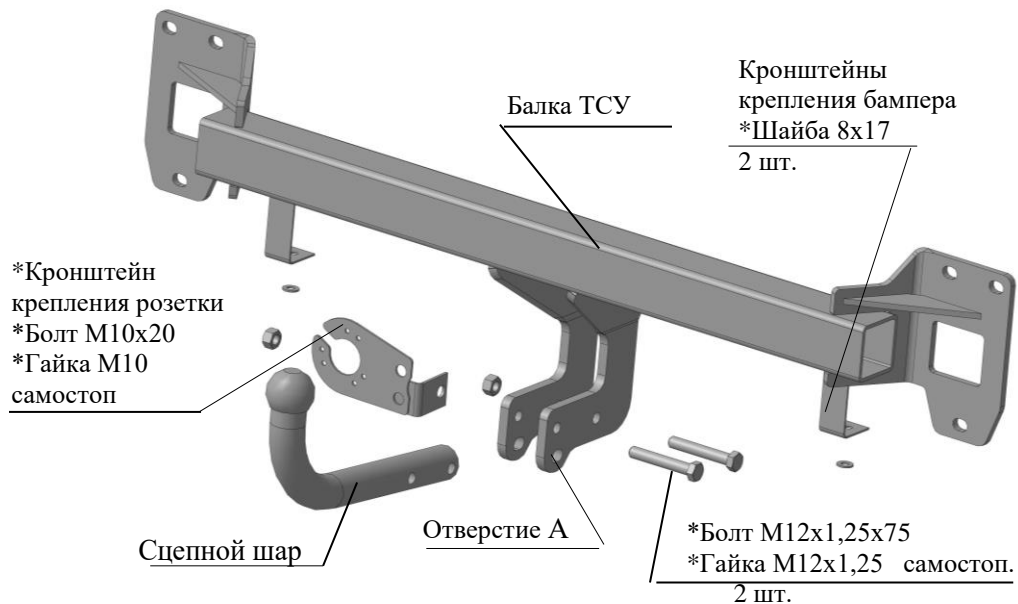

Рис.1 Тягово-сцепное устройство ТСУ 8022.
2.1 ТСУ 8022 в сборе (рис.1)	1 шт.
2.2 Пакет с комплектующими (см. рис.1)+защитный колпак	1+1 шт.
- 4.7 Закрепить сцепной шар и кронштейн крепления розетки к кронштейнам шара болтами М12x1,25x75 и гайками М12x1,25 самостоп (предварительно кронштейн розетки скрепить с уголком болтом М10x20 и гайкой М10 самостоп – на рис. 1 условно не показаны)